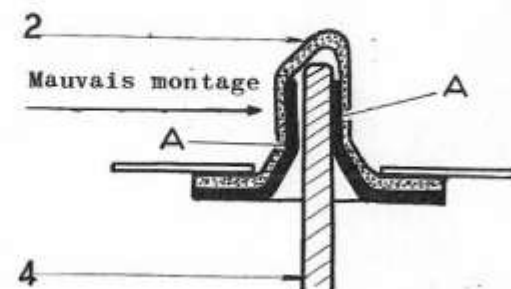
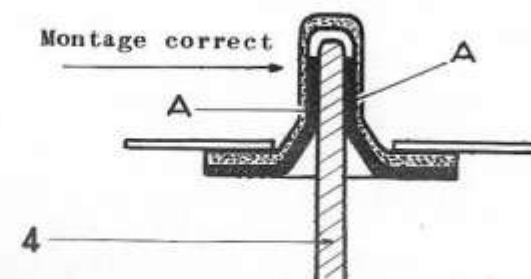

Fig. 7
Fig. 8
Vérifier l'écartement des ailes A (fig.7) de la gâche en la présentant sur son guide de capot (4).
S'il y a du jeu (fig.7) agir avec une pince sur les ailes de la gâche pour assurer plus de serrage sur le guide de capot (4) et empêcher tout battement (fig.8). Présenter le joint (2) sur sa gâche et positionner l'ensemble sur la cloison de proue.